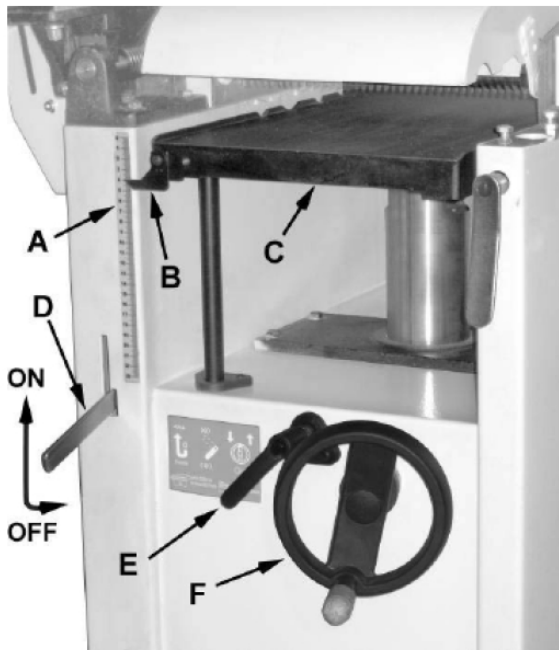

Abb. 8: Bedienelemente
Wenn Sie den Hobelgriff (D, Abb.8) in die obere Position bringen, wird die Hobeinspeisung aktiviert (siehe Pfeil). Wenn Sie den Griff in die untere Position bringen, wird die Stromzufuhr ausgeschaltet.
Drehen Sie die Tischverriegelung (E, Abb.8) im Uhrzeigersinn, um das Handrad für die Höhenverstellung (F) zu verriegeln. Hierdurch sichern Sie den Abricht- und Dickenhobeltisch in der ausgewählten Position.
Drehen Sie die Tischverriegelung (E, Abb.8) gegen den Uhrzeigersinn, um diese zu lösen und die Tischeinstellung zu ermöglichen.
Schritt 1: Entsperren Sie das Tischschloss (E, Abb.8).
Schritt 2: Drehen Sie das Höheneinstell-Handrad (F, Abb.8) im Uhrzeigersinn, um den Hobeltisch anzuheben (C, Abb.8). Drehen Sie gegen den Uhrzeigersinn um ihn zu senken.
Schritt 3: Verriegeln Sie das Tischschloss (E, Abb.8). Jede volle Umdrehung des Handrads (F, Abb.8) ergibt eine 4mm Aufwärts- oder Abwärtsbewegung des Tisches (C, Abb.8).
Eine Skala auf der Handradsäule zeigt den Betrag der Handraddrehung an. Ein Zeiger (B, Abb.8) zeigt die Tischposition relativ zum Messerkopf auf der Skala (A, Abb.8) an der Seite des Gehäuses.